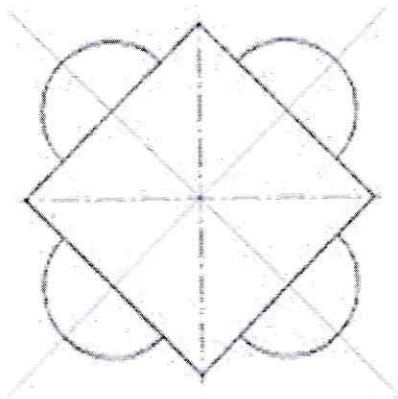

Рис. 2
3. Построить правильный квадрат с описанной окружно-стью радиусом 50 мм (рис. 2), используя кнопку **Много-угольник.**